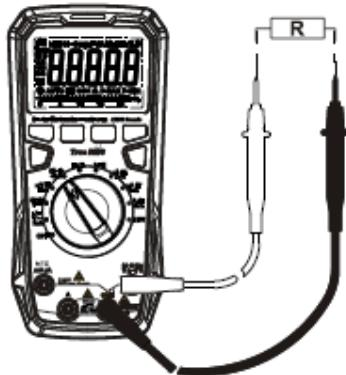

Рисунок. 8
**Измерение сопротивления (см. рисунок 8)**